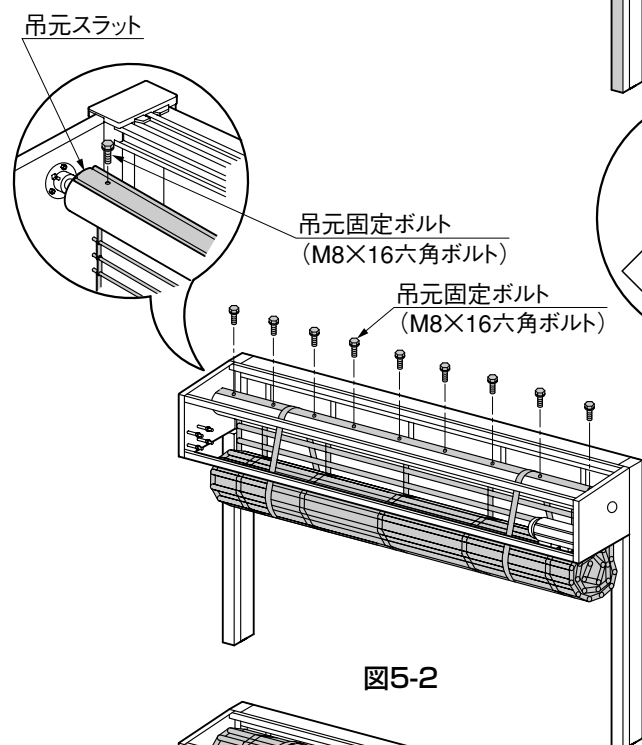

図5-2
- ❹ シャフトに仮止めている「吊元固定ボルト」を一旦取外してください。(図5-2参照)
- ❺ 吊元スラットをシャフトまで引き上げて❹で取外した「吊元固定ボルト」でシャフトに取付けてください。